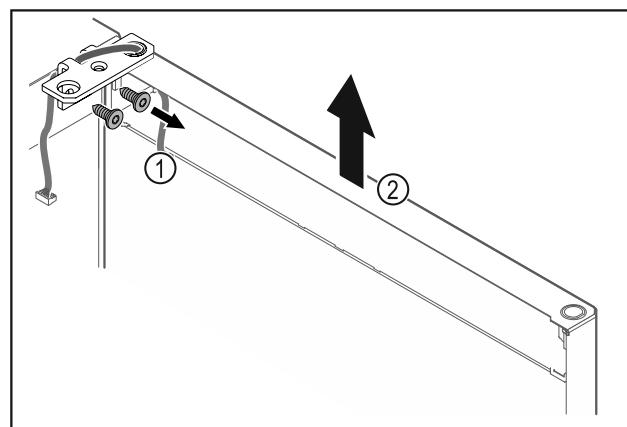

Fig. 26
- Відкрутити шарнірний кутик Fig. 26 (1).
- Дверцята з шарнірним кутиком Fig. 26 (2) приблизно на 200 мм прямо підністи вгору і зняти.